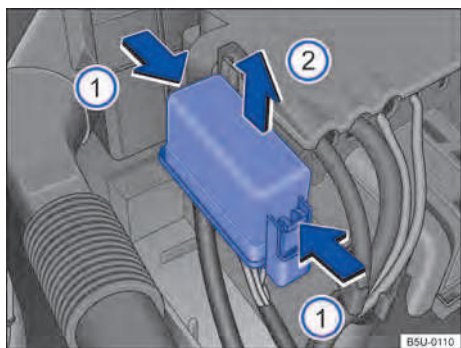

Fig. 145 En el compartimiento del motor: cobertura de la caja de fusibles.
- Presionar las trabas en el sentido de la flecha → **fig. 145** ⓘ, para desbloquear la cubierta de la caja de fusibles.